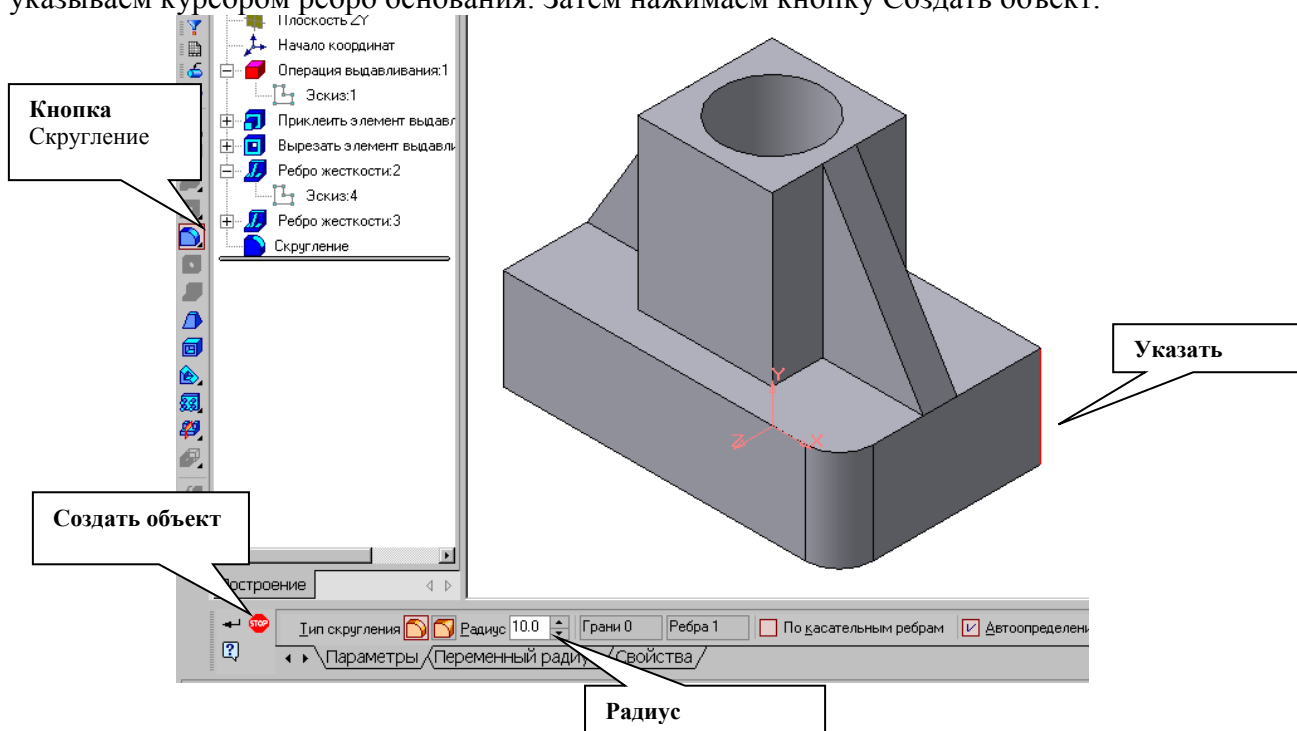

Рис.95 Построение скругления ребер
6. Для того чтобы скруглить вертикальные углы основания детали, используем кнопку  Скругление (рис.95), на панели свойств задаем радиус скругления 10 мм и указываем курсором ребро основания. Затем нажимаем кнопку Создать объект.